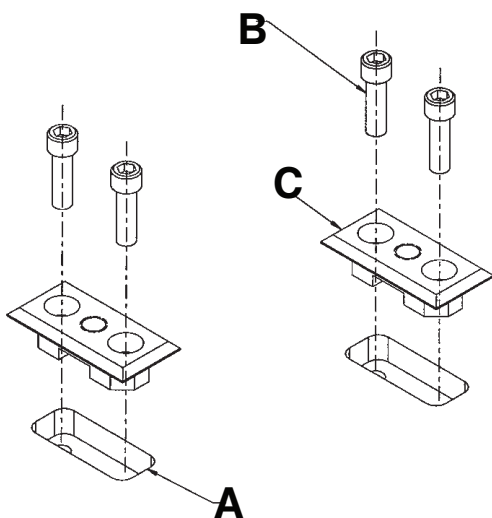

Figura 16 – Corte de las aberturas empotradas sobre los orificios de posicionamiento
3. Corte dos aberturas (A) empotradas de 1 in x 2-1/2 in x 9/16 in (2,54 x 6,35 x 1,43 cm) de profundidad en el suelo centradas sobre los orificios de posicionamiento (Figura 16).